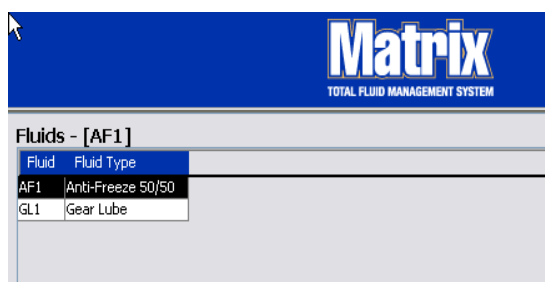

FIG. 69
5. Les informations concernant le fluide s'affichent dans l'écran "Fluids" (Fluides) comme illustré dans la FIG. 69.
6. Pour modifier le nom assigné à un fluide ou à un type de fluide associé au nom (FIG. 69), sélectionnez l'entrée dans la liste de l'écran principal "Fluids" (Fluides).